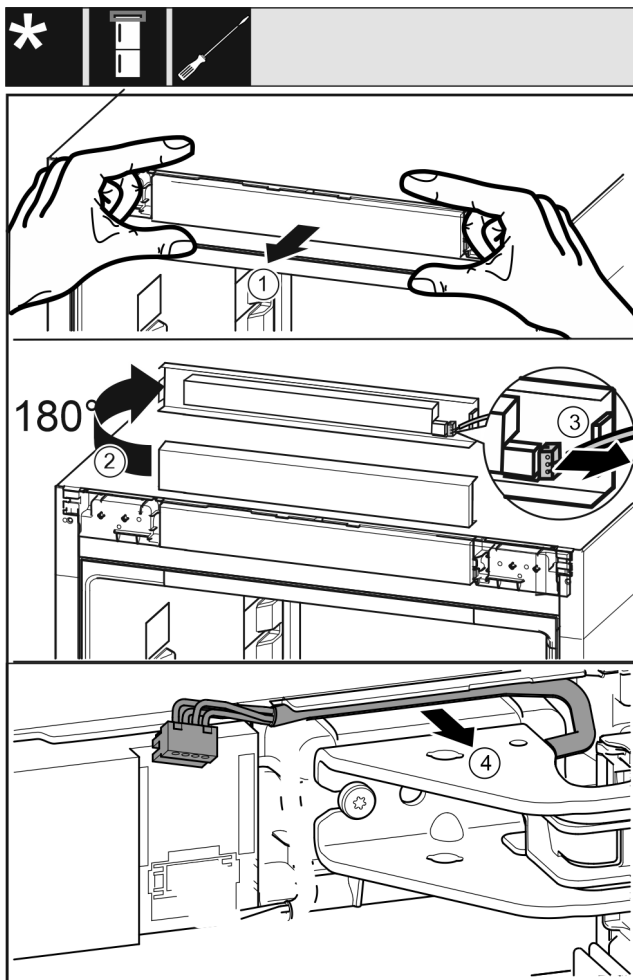

Fig. 21
- Oprezno otpustite masku za rukovanje Fig. 21 (1) prema naprijed.
- Okrenite masku za rukovanje Fig. 21 (2) prema gore za 180°.
- Pritisnite jezičac Fig. 21 (3) prema natrag i oprežno izvucite utikač.
- Oprezno otpustite kabel Fig. 21 (4) iznad podloška ležaja iz vodilice.